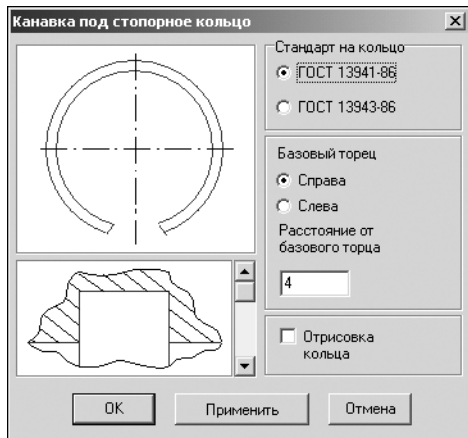

Рис. 5.2.
4. Укажите тип **Под стопорное кольцо** и щелкните левой клавишей мыши. Откроется окно, предназначенное для ввода параметров канавки и кольца (рис. 5.2).